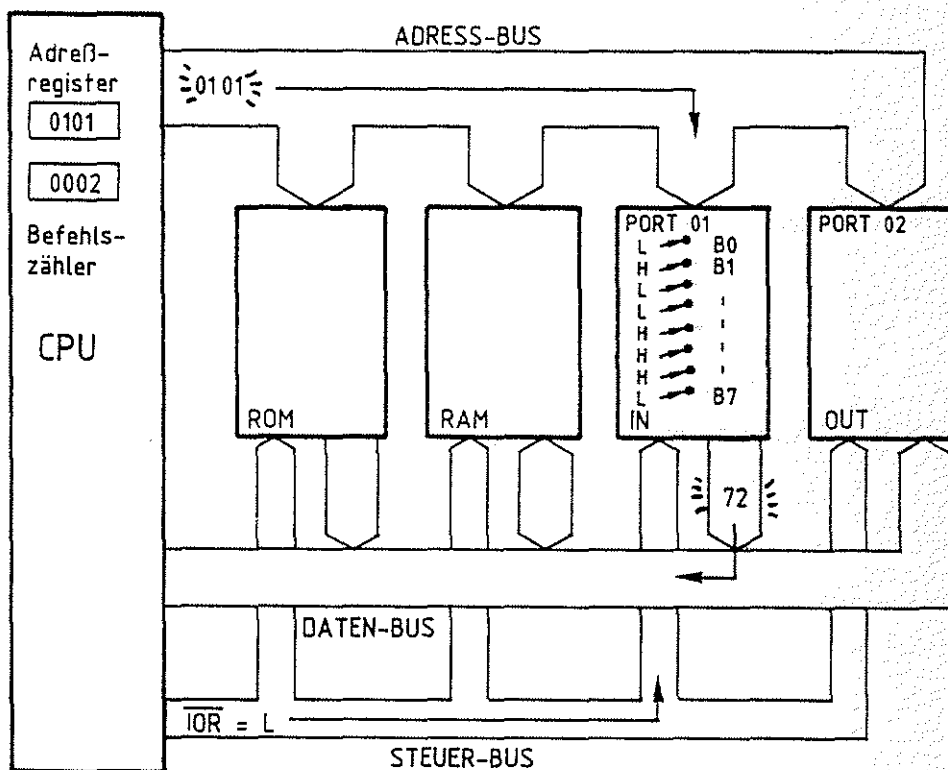

Bild 5: Lesen der Eingabe-Daten von Port 01
- Für die Befehlsausführung lädt der Prozessor die gerade gelesene Port-Adresse in das Adreßregister und aktiviert das Steuersignal \overline{IOR} . Die angewählte Eingabe-Baugruppe schaltet daraufhin den Signalzustand der Eingangsleitungen auf den Daten-Bus, den der Prozessor dann mit dem Wegschalten des Steuersignals in den Akku übernimmt. Der erste Befehl ist abgearbeitet (Bild 5).
Die Befehlszähleinrichtung des Prozessors erhöht während der Befehlsholphase den Befehlszähler jeweils mit dem Lesen einer Speicherstelle, so daß schon während der Befehlsausführung der Befehlszähler die Anfangsadresse des nächsten Befehls enthält. Man sagt auch, der Befehlszähler zeigt auf den nächsten Befehl (Bild 5).